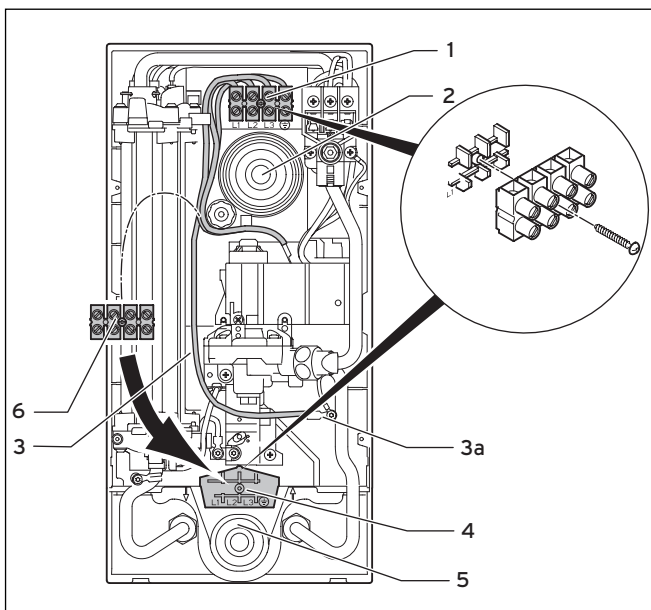

Abb. 4.10 Elektrischer Anschluss oben oder unten
- Schließen Sie die einzelnen Adern an L1, L2, L3 und den Schutzleiter der Netzanschlussklemme (1 in Abb. 4.10) an.
- Schrauben Sie die Netzanschlussklemme (1) ab (siehe Abb. 4.10).
- Verlegen Sie die Netzanschlussklemme (6) inklusive der internen Kabel an die untere Position (4) im Gerät.
- Schrauben Sie die Netzanschlussklemme an der unteren Position (4) fest.
- Achten Sie besonders auf den internen Schutzleiter (3), der an der Position 3a verschraubt ist.